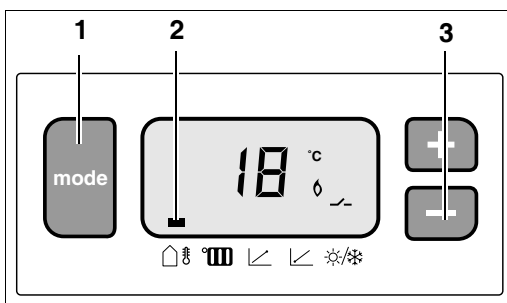

Fig. 2 / Abb. 2 / Рис. 2
Bediening (fig. 2)
Met de "mode"-toets (fig. 2, pos. 1) kan door de verschillende menu-items "☰ ☱ ☲ ☳ ☴ ☵ ☶ ☷" gelopen worden, een streepje (fig. 2, pos. 2) in het display markeert het symbool horende bij het betreffende menu-item.
Wanneer een menu-item instelbaar is, wordt de waarde knipperend weergegeven, met de plus "+" en min "-" toets (fig. 2, pos. 3) kan de waarde dan gewijzigd worden. De instellingen worden vastgehouden bij spanningsuitval.